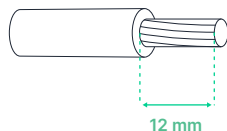

Fig. 7 - Lunghezza della rimozione dell'isolamento.
13. Togliere l'isolamento per 12mm su ciascuno dei conduttori del cavo di alimentazione. **(Fig. 7 - pag. 19)**